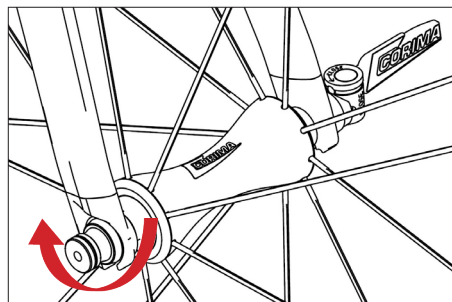

Figura 5
- Stringere manualmente il dado (**figura 5**).